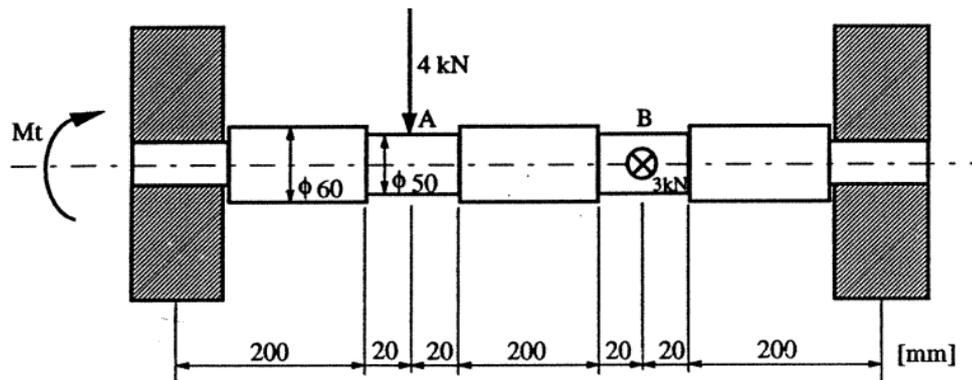

Figura 3.3
3.1.3 Um veio de dimensões definidas na Figura 3.3 suporta um momento torsor estático e duas cargas radiais, 4 kN e 3 kN, respetivamente no plano vertical XY (secção A) e no plano horizontal XZ (secção B). Considerando a concentração de tensão à flexão e torção determine o valor máximo do momento torsor que pode ser aplicado ao veio para uma tensão admissível de 300 MPa correspondente a um aço de liga tratado. O raio de concordância é 2,5 mm em todas as transições do diâmetro 60 para o diâmetro 50.